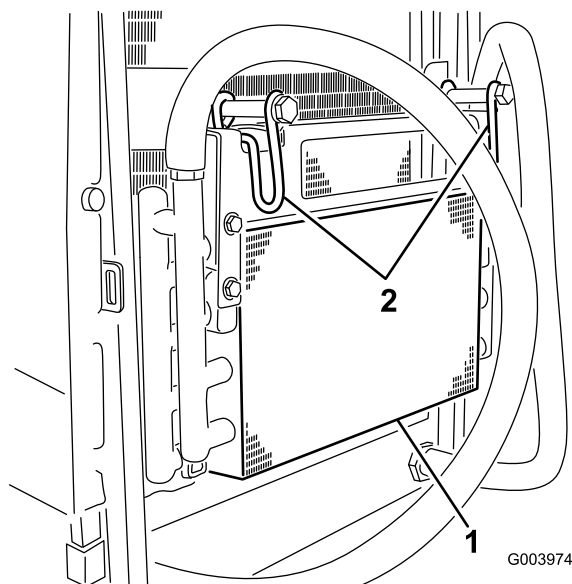

Figura 64
5. Gire los cierres hacia dentro para liberar el enfriador de aceite (Figura 64).